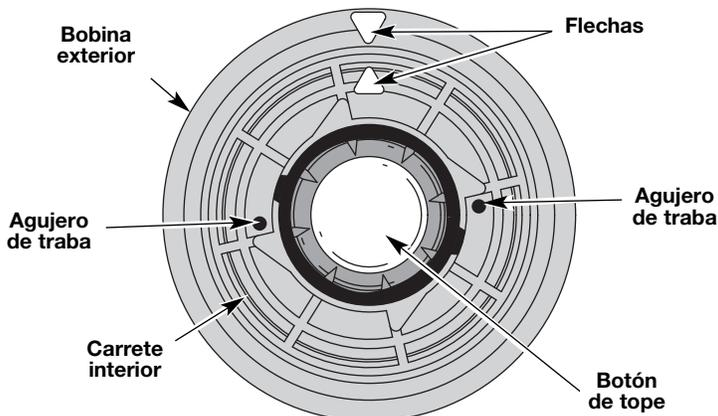
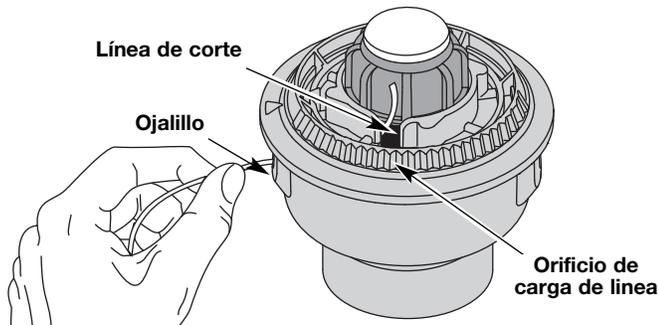

Fig. 12
Fig. 13
2. Alinee la flecha del carrete interior con la flecha de la bobina exterior (Fig. 12).
3. Saque los extremos de la línea vieja de los agujeros de traba (Fig. 12) y tire de la línea vieja a través de los ojetes del carrete (Fig. 13).
4. Asegurándose de que las flechas estén alineadas, inserte el extremo de un segundo pedazo de línea de corte recto en uno de los dos ojetes en la bobina exterior. Páselo hacia arriba a través del orificio de carga del carrete interior (Fig. 13). No doble la línea al insertarla en el ojalillo.